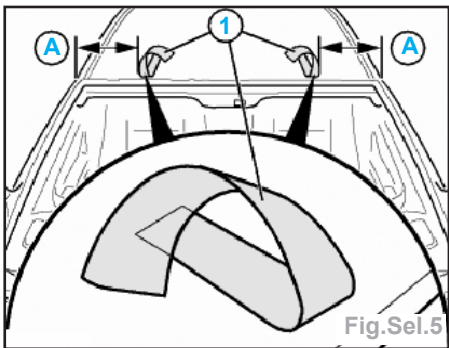

Fig.Sel.5
- Apposer deux rubans adhésifs plastiques jaunes (1) sur le toit à une distance (A) des coins extérieurs (fig.Sel.5).